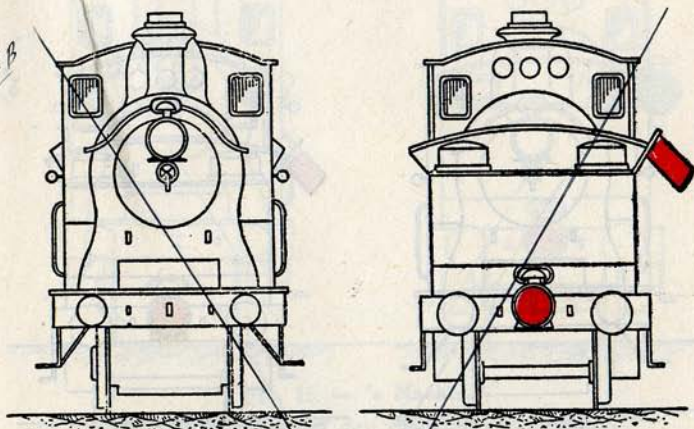

Fig. 11. 's Daags.
's **daags** : een **roode vlag** aan den **rechterkant** (1) van den tender of van de tenderlocomotief (fig. 11, pl. 6);